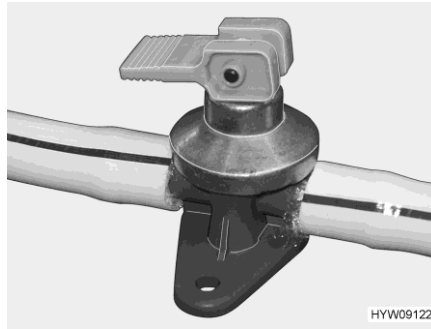
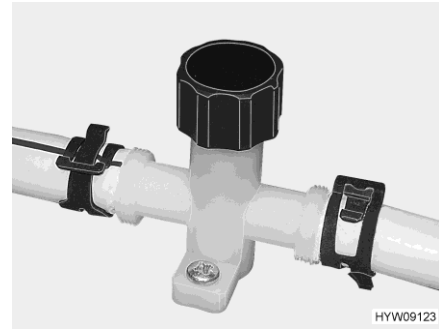

Fig. 87 Llave de desagüe (caldera Truma)
Fig. 88 Llave de desagüe (tubería de agua)
- Cerrar todas las llaves de desagüe (Fig. 88 ó bien Fig. 87).
- Abrir todas las llaves de desagüe (Fig. 87 ó bien Fig. 88).